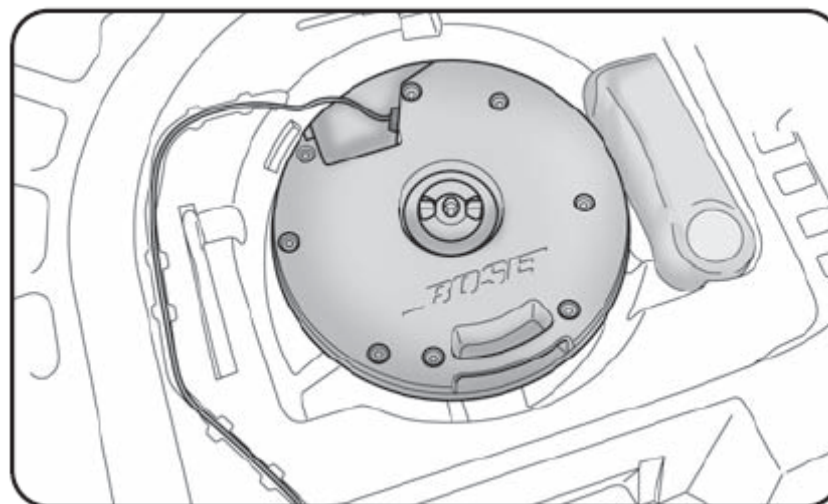

Рис. 12
Subwoofer и комплект «FIX & GO Automatic» рис. 12
- возьмите комплект «FIX & GO Automatic» расположенный справа стороны багажника (рис. 12);